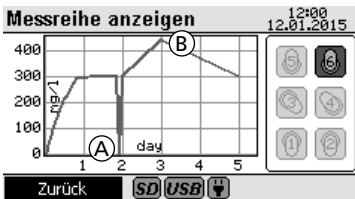

Abbildung 11
**Underrange (A)** wird durch null und **Overrange (B)** mit dem maximal darstellbaren Wert des Messbereiches angezeigt. Ist eine Messung fehlgeschlagen, wird der Messwert an dieser Stelle ignoriert, siehe Abbildung 11.